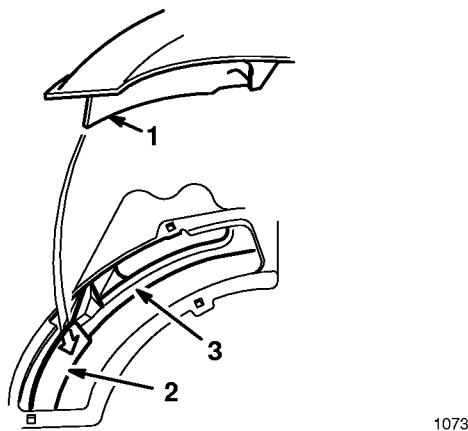

Figure 50
2. Placer le coin avant de la chicane de la plaque de paillage dans l'ouverture du carter. Faire pivoter la plaque de paillage vers la gauche et l'enfoncer dans l'ouverture du carter (Fig. 50).
**Remarque:** la chicane de la plaque de paillage doit passer derrière celle du carter avant et entre la lame et la garde de pieds pour ne pas entrer en contact avec la lame (Fig. 50).